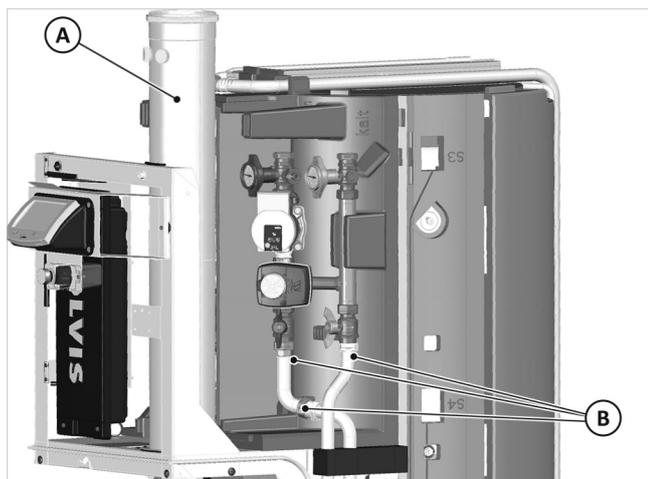

Abb. 3: Rohrstücke (B) entfernen
1. Die beiden mitgelieferten Schellen DN125 am Abgasanschlussstück unterhalb der Messstutzen (A) montieren und die Gewindemuffen nach schräg hinten links bzw. rechts ausrichten.
3. Unterhalb der Absperrhähne im Heizungsvor- und -rücklauf die drei Rohrstücke → Abb. 3 (B) entfernen.